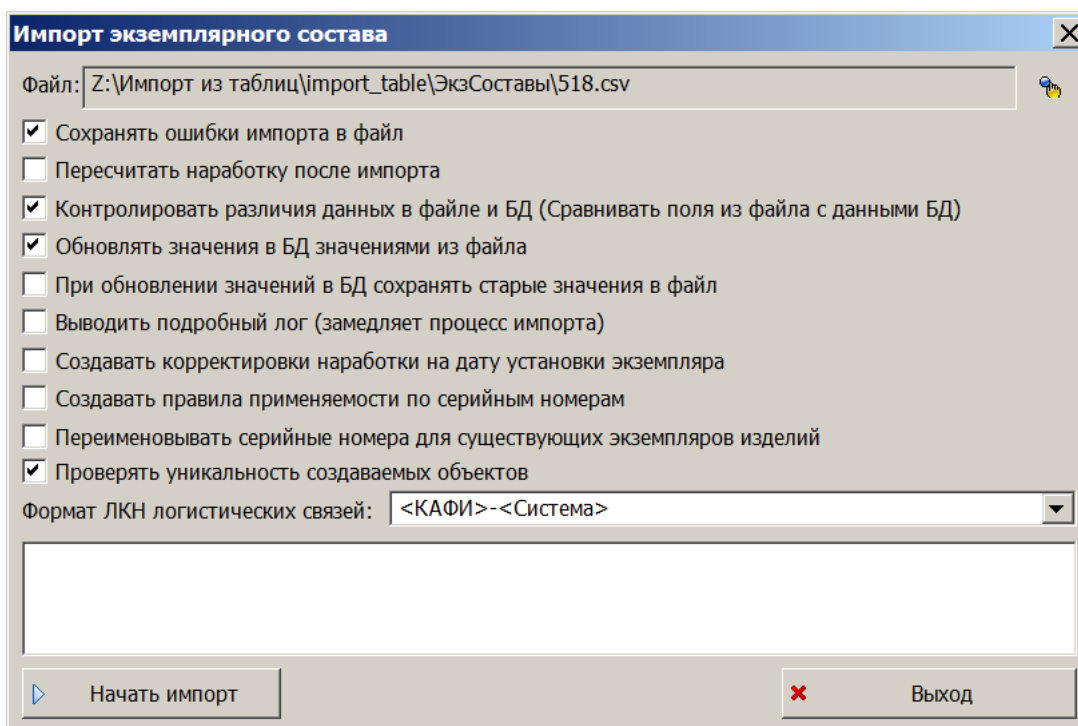

Рис. 30-32 – Диалоговое окно для импорта экземплярного состава ФИ
4) В диалоговом окне «Импорт экземплярного состава» выбрать файл для импорта, нажав кнопку справа от поля «Файл» (рис. 30-32).
Закреть окно импорта (рис. 30-32, стр. 1054), нажав в нем кнопку «Выход».